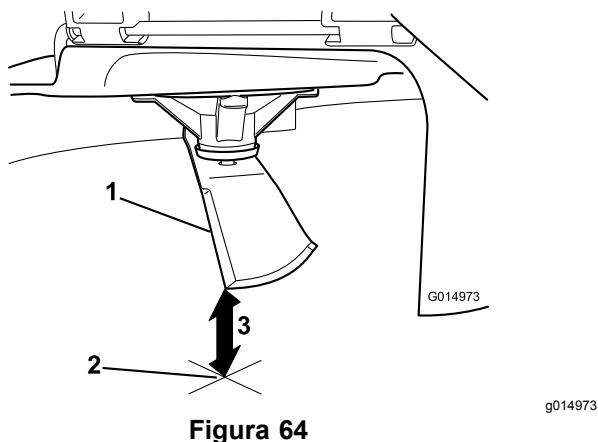

Figura 64
5. Misurate dalla punta della lama alla superficie piana (Figura 64).